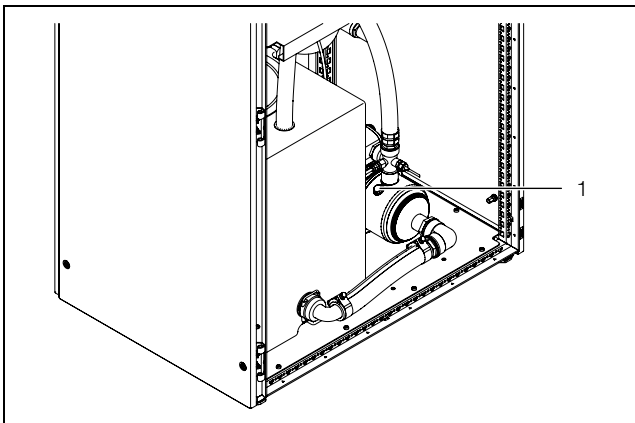

Abb. 13: Kühlmediumpumpe entlüften
- Entlüften Sie die Kühlmediumpumpe (im Stillstand), indem Sie die Entlüftungsschraube (Abb. 13, Pos. 1) lösen.